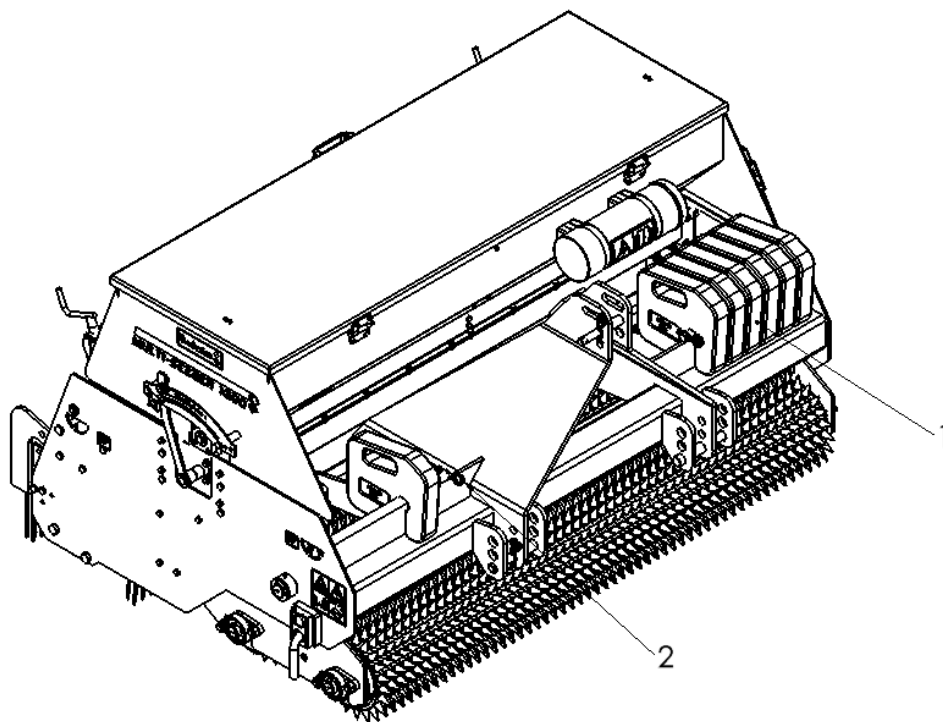

Figura 12
La seminatrice Multi-Seeder nel suo formato standard ha una barra frontale sulla quale possono essere aggiunti dei pesi (1). (Figura 12)